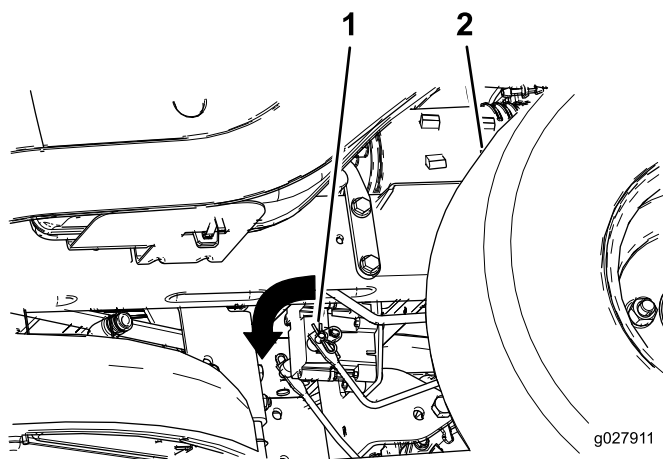

Bild 51
2. Ermitteln Sie die Welle an der elektrischen Bremse, an der die Bremsgestängearme angeschlossen sind (Bild 51).